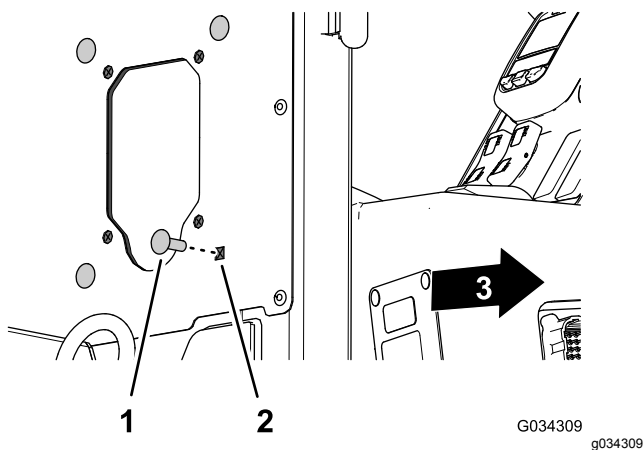

図 7
1. 図 7 のように、キャブの背面で、キャリッジボルト 1/4 x 3/4 インチ4本を四角穴 6.4 x 6.4mm4個とフォームパネルに通す。